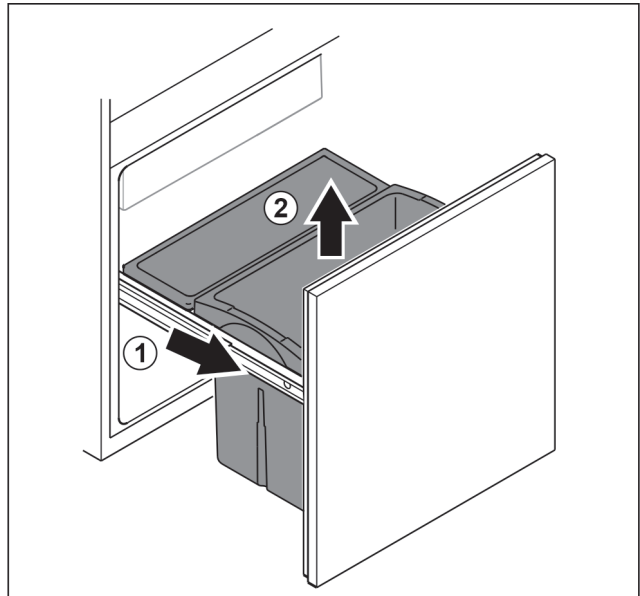

Fig. 153
- ▶ Вытяните выдвижную тележку до упора. Fig. 153 (1)
- ▶ Извлеките выдвижной ящик движением вверх. Fig. 153 (2)